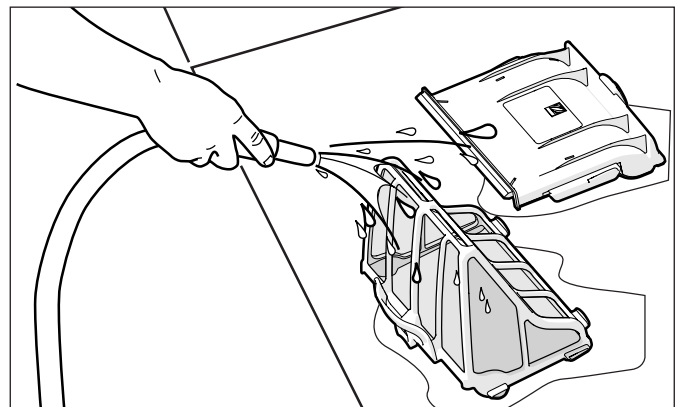

Figura 23. Lave el cartucho del filtro
7. Quite todos los residuos del cartucho del filtro y, a continuación, enjuague el cartucho, el soporte del filtro y el limpiador utilizando una manguera, como se muestra en la Figura 23.